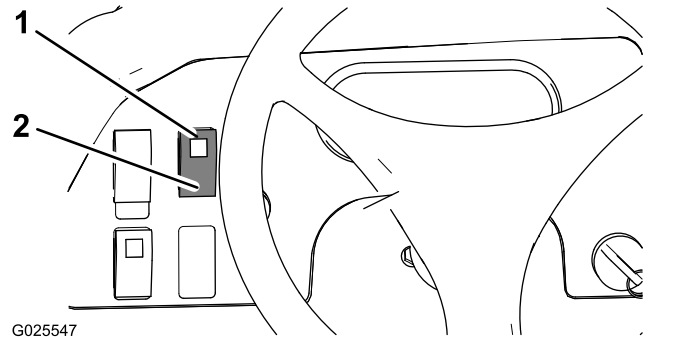

図 34
- デファレンシャルロックスイッチを上位置にするとデファレンシャルがロックされる 図 34。
- デファレンシャルロックスイッチを上位置にするとデファレンシャルが解除される 図 34。